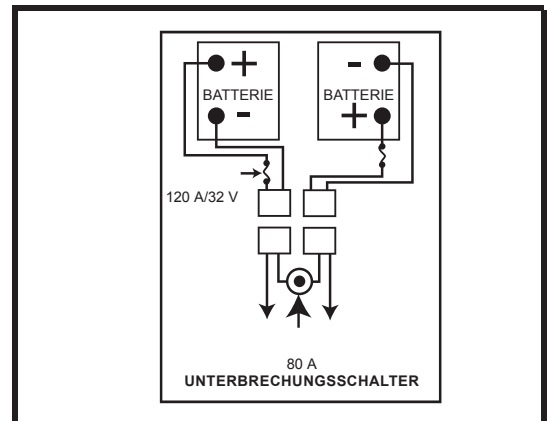

Abbildung 11. Batterieanschlussplan
6. Setzen Sie in jedes Batteriefach eine neue Batterie ein. Richten Sie die Batterien so aus, dass die Batterieanschlüsse jeweils auf der von der Sitzstütze entfernten Seite sind. **Siehe Abbildung 11.**